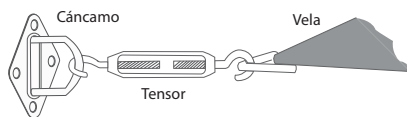

Fig. 9
- A.** El kit de instalación de la vela para sombra de primera calidad incluye los accesorios de sujeción necesarios para la instalación. (Fig. 9)